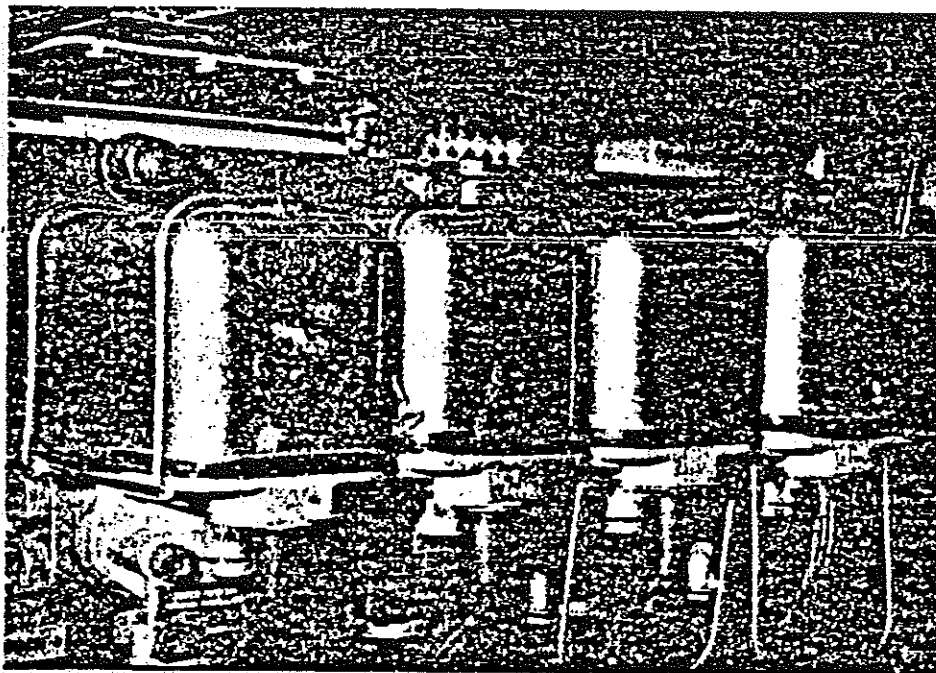

Figura 13. Electroválvula de neutro
- (1) Bloquear la electroválvula "NEUTRO" del PBL-2 (Figura 13)
ADVERTENCIA: Para el bloqueo de dicha electroválvula, se debe tirar del pasador seguridad del tornillo de ajuste (Figura 13) existente en la misma, apretándole hasta el tope.
- (1) Bloquear la electroválvula "NEUTRO" del PBL-2 (Figura 13) y cerrar la llave de aislamiento de la válvula P.2 tal como se ha descrito para el freno accionado por aire comprimido.